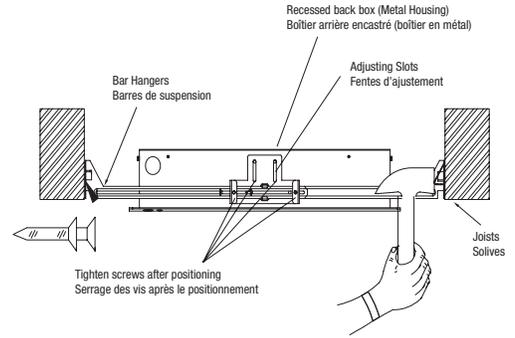

Fig. 5
7. Position the metal housing and the bar hangers between joists. Make sure that the bar hangers are oriented in the correct position. Position the metal housing temporarily by hammering "nail-in" tabs on bar hangers, then secure permanently with nails. Bar hangers should be level with the bottom of joists (Fig. 5).
Adjust height of recessed kits vertically using adjusting slots and then tightening all screws on adjusting slots and bar hanger bracket to secure adjusting bracket and bar hangers (Fig. 5).
7. Placer le boîtier en métal et les barres de suspension entre les solives. S'assurer que les barres de suspension sont orientées correctement. Installer temporairement le boîtier en métal à l'aide des pattes de clouage intégrées aux barres de suspension, puis fixer de manière permanente à l'aide de clous. Les barres de suspension doivent être de niveau avec le bas des solives (Fig. 5).
8. Ajuster la hauteur du boîtier en métal à la verticale à l'aide des fentes d'ajustement et serrer toutes les vis sur celles-ci et la ferrure des barres de suspension afin de fixer solidement la ferrure d'ajustement et la barre de suspension (Fig. 5).